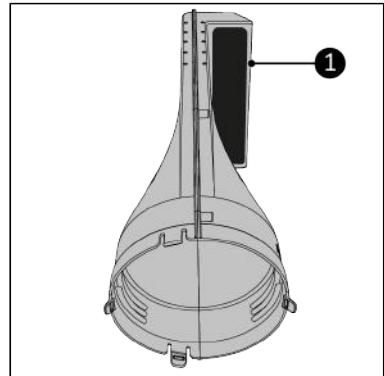

Abbildung 130.
- Platzieren Sie den Way-out vor sich. Stellen Sie sicher, dass die runde Öffnung zu Ihnen zeigt (Abbildung 130).
- Stellen Sie sicher, dass der Luftauslass (Abbildung 130, Pos. 1) nach rechts zeigt.